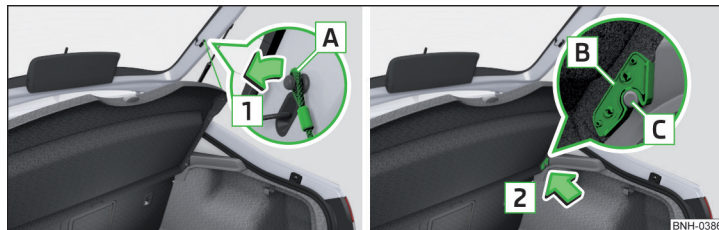

Fig. 85 Scoaterea copertinei portbagajului
Dacă benzile de susținere **A** » fig. 85 sunt agățate de capota portbagajului, atunci la deschiderea capotei se ridică și masca portbagajului (denumită în continuare doar mască).
- Desprindeți benzile de susținere **A** de pe ambele părți ale capotei portbagajului, în sensul săgeții **1** » fig. 85.
- Poziționați elementele de prindere **B** de la capac peste bolțurile **C** de la capitonajul lateral » fig. 85.
- Elementele de prindere **B** de la capac trebuie să seta complet peste bolțurile **C** de la capitonajul lateral » fig. 85.